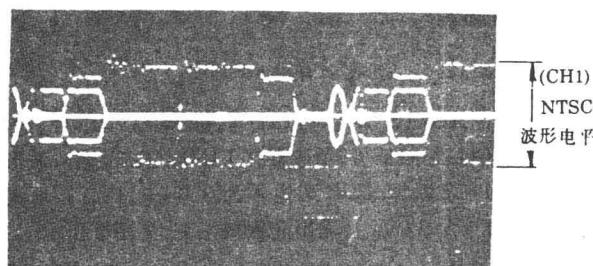

图 15 NTSC 1H 延迟线输出电平
(11) 特技 / EE 电压的确认: 数字毫伏表接 IC302(11)脚, 机器置重放状态, 要求毫伏表指示为 $2.5 \pm 0.5V$ 。
(12) H 延迟线输出的确认: PS303(4) 输入 NTSC 彩条信号, PS302(7) 输入 FM 信号, 示波器接 PS805(1), 机器置重放状态, 要求输出波形电平与标准值相等, 见图 15 所示。
(13) 2H 延迟线输出的确认: PS303(4) 输入 PAL 彩条信号, PS302(7) 输入 FM 信号, 示波器接